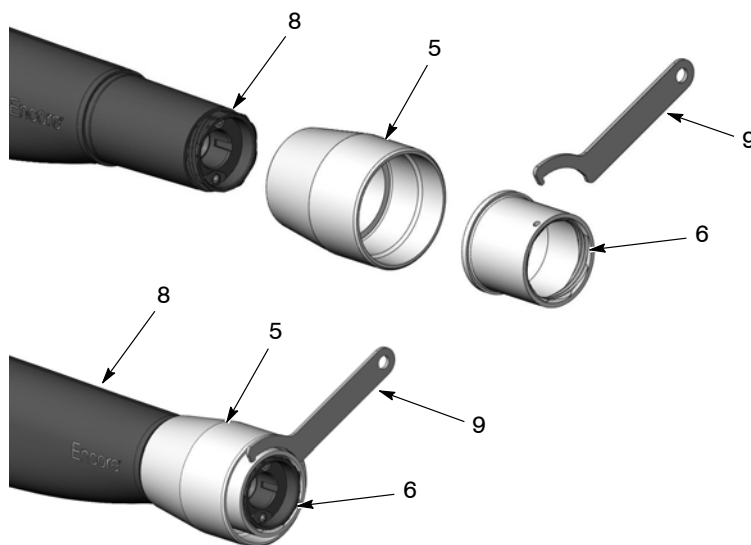

Рис. 5 Монтаж на распылителе гайки корпуса и крепежной гайки
4. См. рис. 5. Надвинуть гайку корпуса (5) на конец распылителя (8). Навернуть крепежную гайку (6) на переднюю часть распылителя, используя гаечный ключ (9) из комплекта насадки. С установленной крепежной гайкой гайка корпуса должна поворачиваться свободно.
4. Если гайка корпуса и крепежная гайка не нуждаются в замене, их можно оставить на распылителе. Если гайки нуждаются в замене, отвернуть крепежную гайку с распылителя, используя гаечный ключ согласно рис. 5.